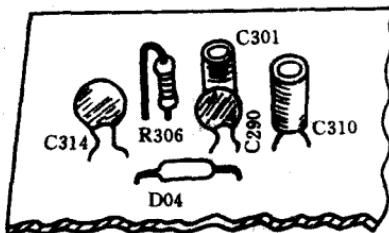

图 1-4 印刷板直标法
(1) 图纸表示法。随机附有一张与实际印刷线路板成一定比例的图纸，图上标注出各元器件的具体位置。它是一种常见的表示方法。
(2) 印刷板直标法。在线路板各器件旁直接标注出电原理图上的各元器件编号，如图 1-4 所示。这种表示方法的优点是只要找到元器件编号就找到了实物，并且在测量电压、电流参数时比较方便，但它与电原理图对照比较麻烦。